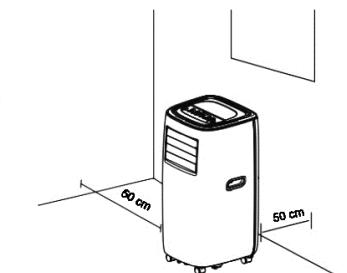

Fig. 3
3. Asegúrese de que la unidad esté en posición vertical y que no haya obstáculos en las rejillas de entrada y salida (Fig.3).